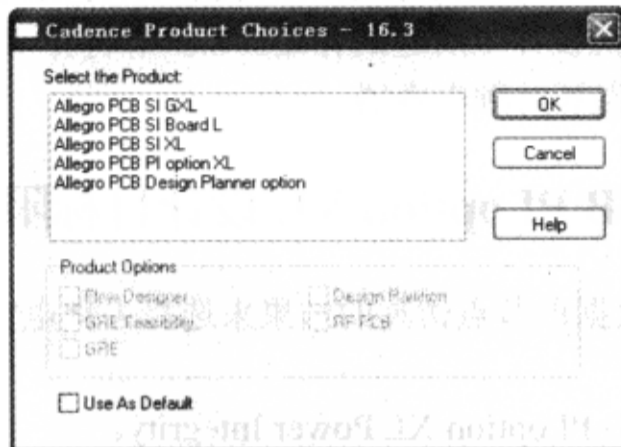

图 8-8-1 “Cadence Product Choices-16.3”对话框
(1) 执行菜单命令“开始”→“所有程序”→“Cadence”→“Release 16.3”→“PCB SI”，弹出“Cadence Product Choices-16.3”对话框，如图 8-8-1 所示。